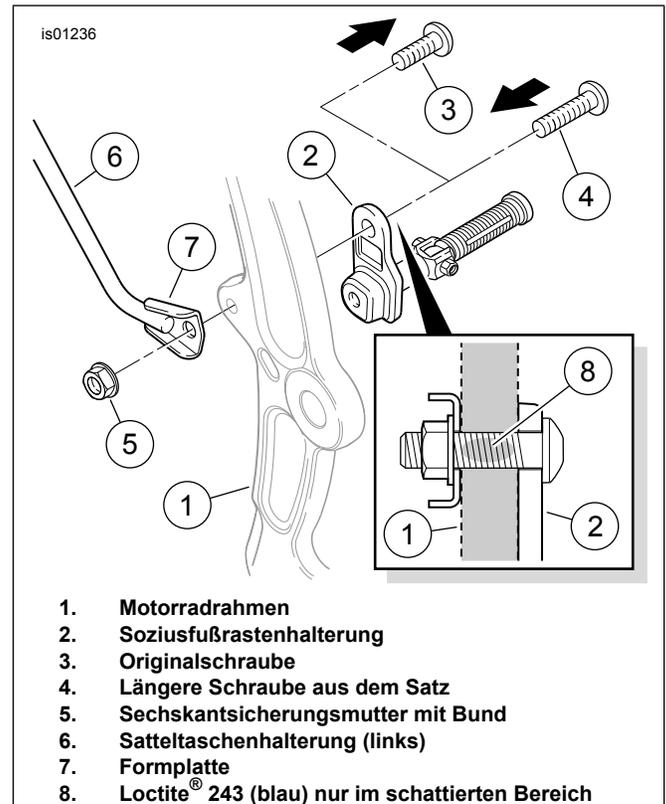

Abbildung 1. Untere vordere Satteltaschenhalterung (linke Seite)
1. Siehe Abbildung 1. Mit einem T-50 Torx®-Steckschlüssel die 22 mm (7/8 in) lange Schraube (3) ausbauen, die die linke Soziusfußraste und Soziusfußrastenhalterung (2) am Motorradrahmen (1) befestigt. Die Schraube entsorgen.
- a. untere linke Satteltaschenhalterung (6),
- b. 38 mm (1-1/2 in) lange Rundkopfschraube (7) und
- c. Sechskantsicherungsmutter mit dem größeren Durchmesser (8).
3. Siehe Abbildung 1. Die **neue** Torx-Schraube (4) aus dem Satz durch das Loch in der Fußrastenhalterung (2) einsetzen, einige Tropfen Loctite® 243 (blau) (separat erhältlich) auf den Teil des Schraubengewindes (8) auftragen, der im Gewindeloch des Motorradrahmens eingreift.